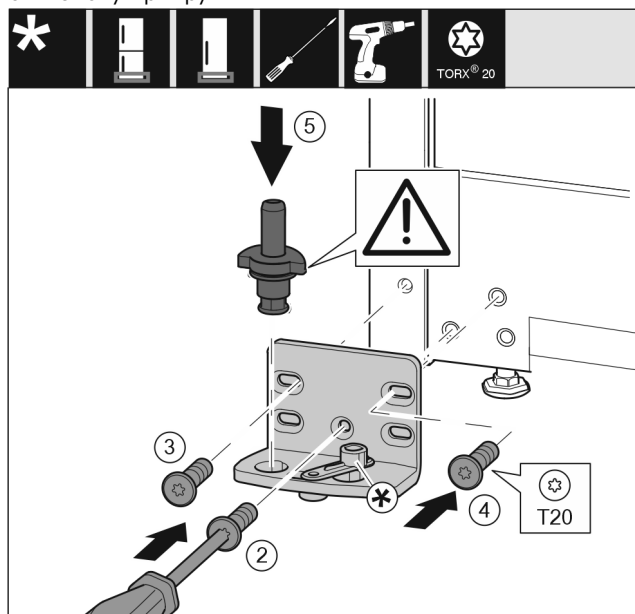

Fig. 16
- Встановіть опорний кронштейн з іншого боку та прикрутіть його за допомогою викрутки. Почніть із гвинта Fig. 16 (2), що розташований знизу посередині.
- Закрутіть гвинт Fig. 16 (3) і гвинт Fig. 16 (4).
- Повністю вставте опорний гвинт Fig. 16 (5). При цьому виступ фіксатора повинен бути спрямований назад.